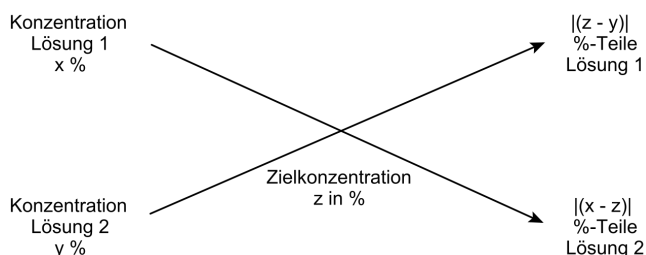

Abbildung 2.10: Das Mischungskreuz. Die Größen x , y und z sind gegeben, daraus ergeben sich die Massenanteile der Mischung.
- Welche Massenanteile einer 98%igen Glycerin-Wasserlösung und destilliertem Wasser müssen Sie mischen, um eine 60%ige Mischung herzustellen? Verwenden Sie das Mischungskreuz aus Abbildung 2.10.
- Entscheiden Sie sich zunächst für eine Konzentration, die **zwischen 50 % und 85 %** liegt und in einem sinnvollen Abstand zu den Werten ist, die die anderen Teams bereits vermessen haben. Glycerinlösungen mit verschiedenen Konzentrationen sind bereits von der technischen Assistenz hergestellt worden, Sie müssen daher nicht selbst eine Mischung herstellen. Prinzipiell lassen sich die benötigten Massenanteile für verschiedene Konzentrationen beispielsweise mit dem **Mischungskreuz** (Abbildung 2.10) ausrechnen.